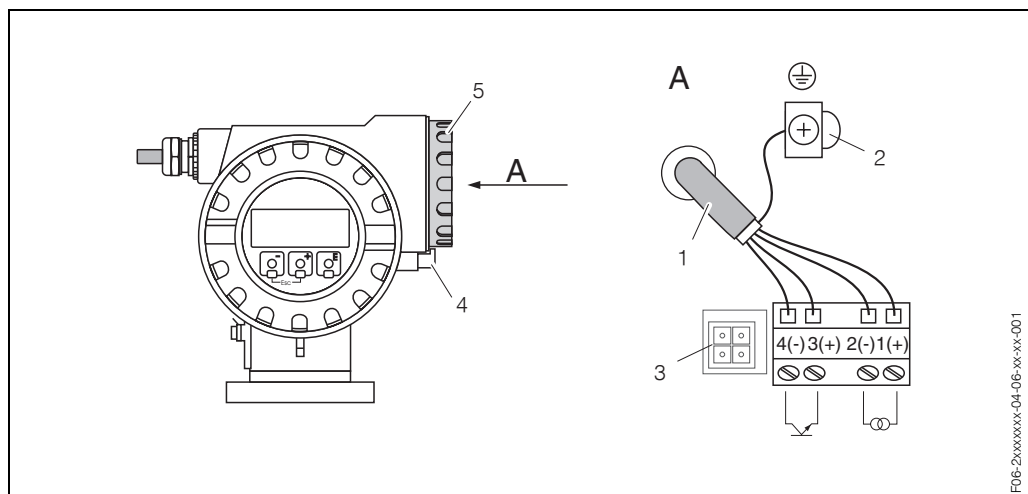

Fig. 20 : Raccordement du transmetteur (section de câble : max. 2,5 mm²)
1. Dévisser la vis du crampon de sécurité (4) avec une clé Allen de 3 mm.
2. Dévisser le couvercle du compartiment de raccordement (5) du boîtier du transmetteur.
3. Faire passer le câble de signal (1) à travers l'entrée correspondante.
4. Procéder au câblage selon le schéma électrique : → Fig. 20 et → Schéma de raccordement dans le couvercle à visser
5. Visser le couvercle du compartiment de raccordement (5) sur le boîtier du transmetteur.
6. Serrer la vis du crampon de sécurité (4).